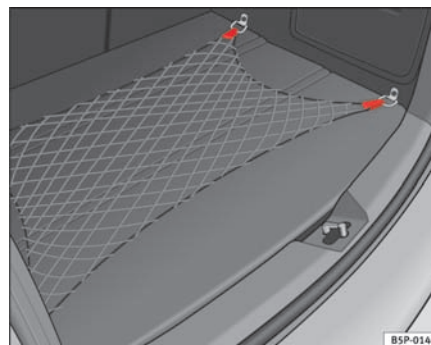

Fig. 105 Bagagerumsnet ►
- Anvend fastgørelsesøjerne i bagagerummets sider til montering af bagagerumsnettet ⇒ side 134, fig. 105.